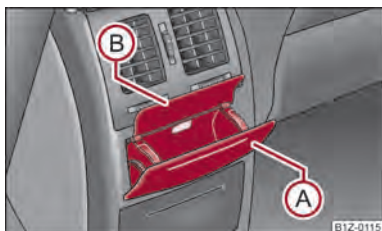

Fig. 72 Consola centrală superioară:
- Apăsați pe partea superioară a capacului scumierei în zona **A** ⇒ fig. 72.